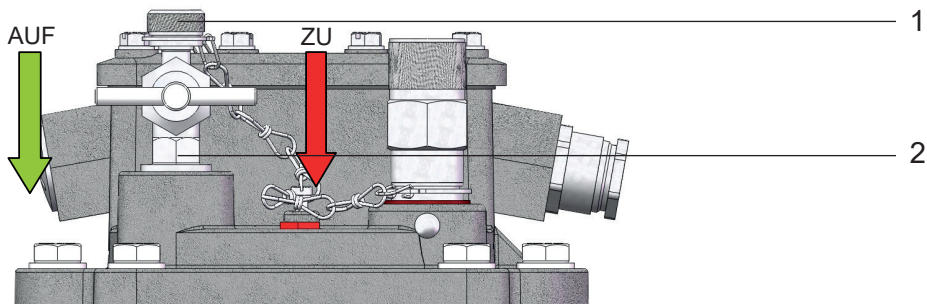

Bild 8 - Prüfventil
- Kleine Hutmutter (Bild 8/ Nr. 1) vom Prüfventil (Bild 8/ Nr. 2) abschrauben